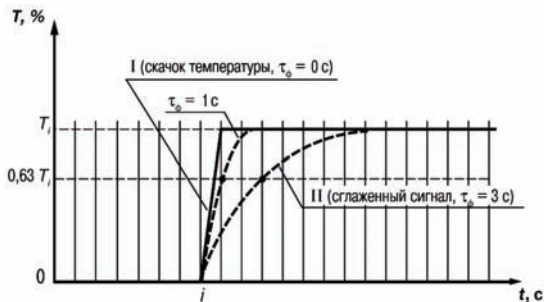

Рисунок 3.5
3.2.2.4.3 Цифровой фильтр устраняет шумовые составляющие сигнала, осуществляя его экспоненциальное сглаживание. Основной характеристикой экспоненциального фильтра является τ_{ϕ} – постоянная времени цифрового фильтра, параметр **τnF 1 (τnF2)** – интервал, в течение которого сигнал достигает 0,63 от значения каждого измерения T_i (рисунок 3.5).